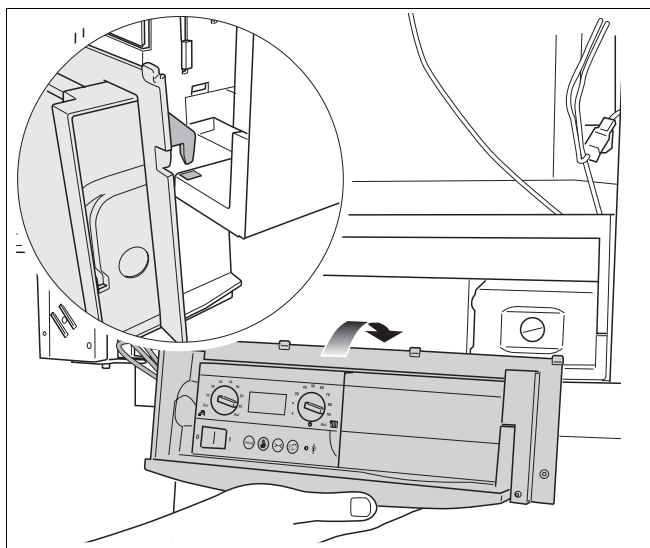

Fig. 128 Ophængning af betjeningsfeltet på kedelrammen
- Hæng betjeningsfeltet på de 2 kroge på kedlen (fig. 128).